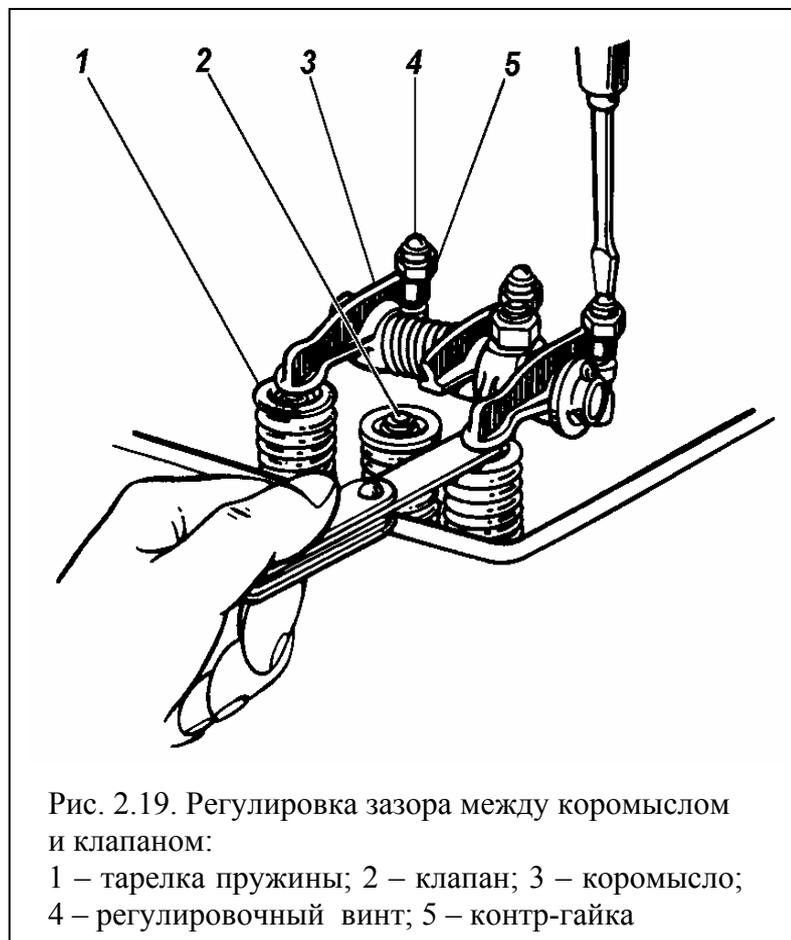

Рис. 2.19. Регулировка зазора между коромыслом и клапаном:
- установить поршень первого цилиндра по метке на шкиве-демпфере коленчатого вала (рис. 6) в ВМТ при такте сжатия и шупом проверить зазор между коромыслами и цилиндра. При неправильном зазоре с помощью регулировочного винта установить зазор по щупу (рис. 2.19), после чего, поддерживая отверткой регулировочный винт, затянуть контрогайку и проверить правильность зазора;